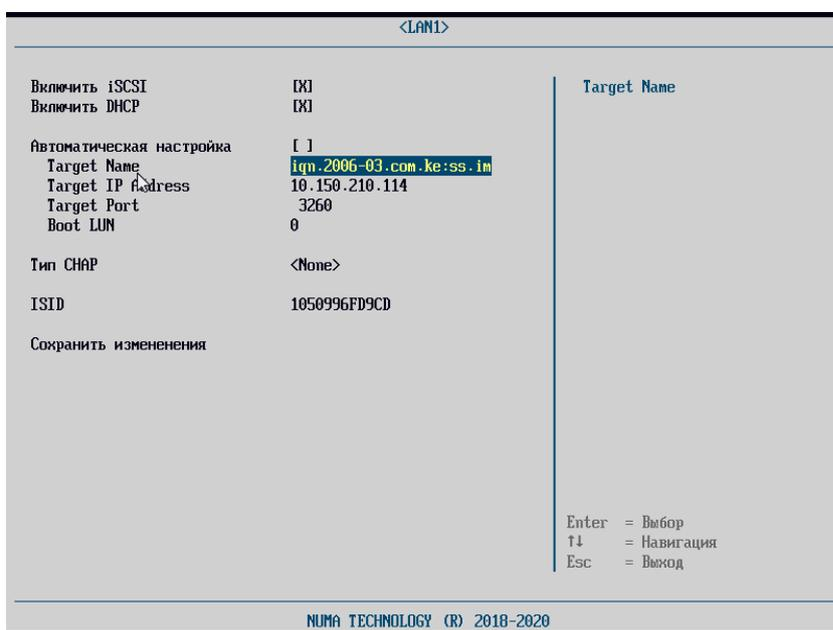

Рисунок 47 – Настройка параметров сетевого порта
- войти в меню соответствующего сетевого порта (LAN1), включить настройки «Включить iSCSI», «Включить DHCP» (см. рисунок 47);